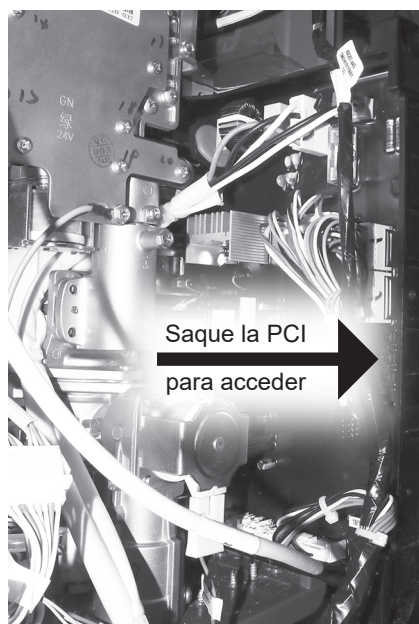

Figura 35 - Acceso a la PCI
- 11** Deslice suavemente la PCI para sacarla del calentador de agua lo suficiente para acceder a los mazos de cables que se muestran en la Figura 35.